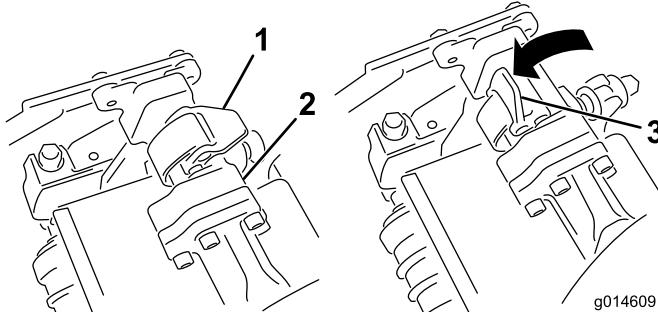
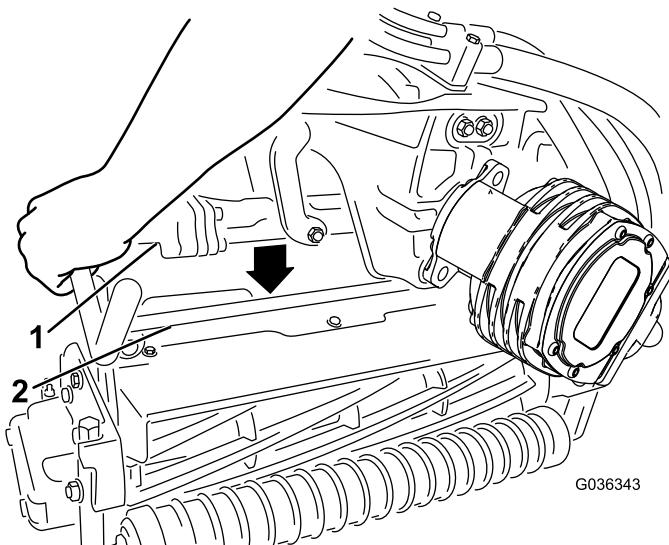

Figura 32
Figura 33
4. Con i fermi del braccio di sospensione rivolti verso l'alto (cioè aperti) (Figura 32), premete il braccio di sospensione verso il basso in modo che la barra si inserisca nella barra della parte superiore dell'apparato di taglio (Figura 33).
5. Chiudete i fermi spostandoli verso il basso e attorno alla barra dell'apparato di taglio, quindi bloccateli in posizione (Figura 32).
5. Aprite i fermi sulla barra del braccio di sospensione dell'apparato di taglio che state rimuovendo (Figura 32).